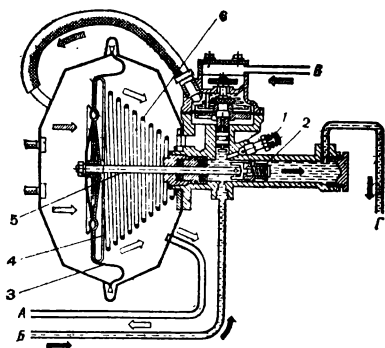

Рис. 52
Задание 115. I. Какой механизм гидравлического тормозного привода изображен на рис. 52?
II. На каких из перечисленных автомобилей («Москвич-2140», ВАЗ, ГАЗ-53А и ГАЗ-66) устанавливается гидровакуумный усилитель, изображенный на рис. 52?
III. С чем соединяется правая полость вакуумной камеры (рис. 52) гидравлического усилителя?
IV. С чем соединяется левая полость (рис. 52) вакуумной камеры?
V. Как соединяется диафрагма 3 (рис. 52), нагруженная конической пружиной 6?
VI. Какая трубка (рис. 52) соединяется с воздушным фильтром?
VII. Через какую трубку (Г, В или Б) соединяется цилиндр гидровакуумного усилителя (рис. 52) с главным тормозным цилиндром?
VIII. Через какую трубку (рис. 52) цилиндр гидро-
IX. Какими стрелками (рис. 52) показано движение тормозной жидкости, разрежение, передаваемое от впускного трубопровода, и движение атмосферного воздуха?
X. Какая деталь (рис. 52) обозначена цифрой 1?